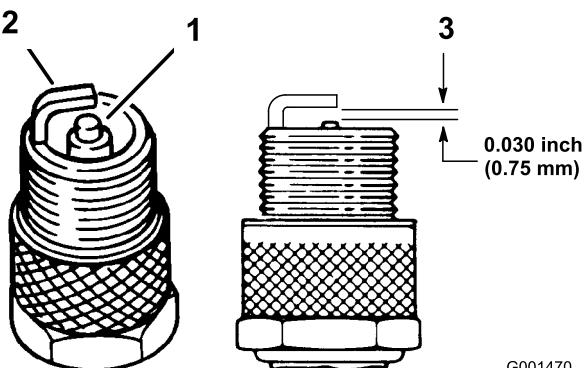

Figura 25
1. Controllate il centro delle candele (Figura 25). Se l'isolatore è di color marrone chiaro o grigio, il motore funziona correttamente. Una patina nera sull'isolatore significa in genere che il filtro dell'aria è sporco.
2. Controllate la distanza tra gli elettrodi centrale e laterale (Figura 25). Piegate l'elettrodo laterale (Figura 25) se la distanza non è corretta.
3. Collegate i cappellotti alle candele (Figura 25).